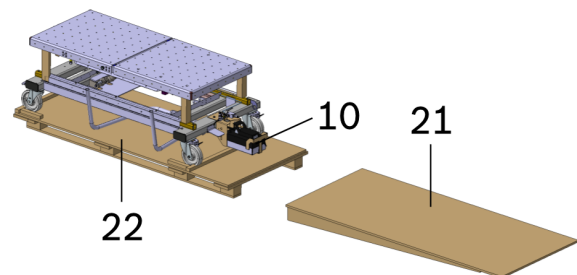

Rysunek 8: Nożycowy stół podnośny na paletce
1. Usunąć drewniane listwy (24) z przodu kółek samonastawnych (6) (patrz Rysunek 8).
2. Pchnąć pedał hamulca (12) w górę, aby zwolnić hamulce.
3. Przytrzymać uchwyt (1). Powoli zsunąć nożycowy stół podnośny po rampie (21) z pomocą drugiej osoby.
2. Wyjąć drewniane kołki (23) z nożycowego stołu podnośnego (patrz Rysunek 8).